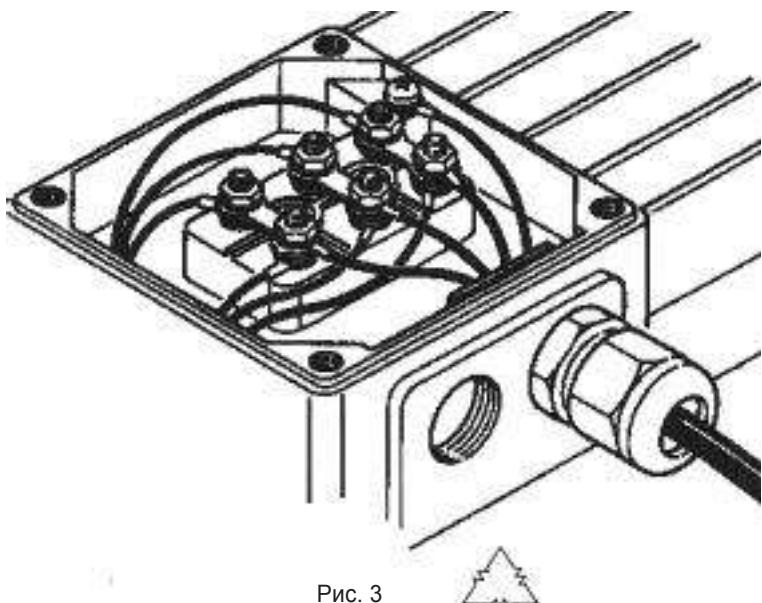

Рис. 3
- В случае оборудования с трехфазными двигателями перемычки между обмотками двигателя должны быть расположены соответствующим образом (см. Рис. 3–4, стр. 9).